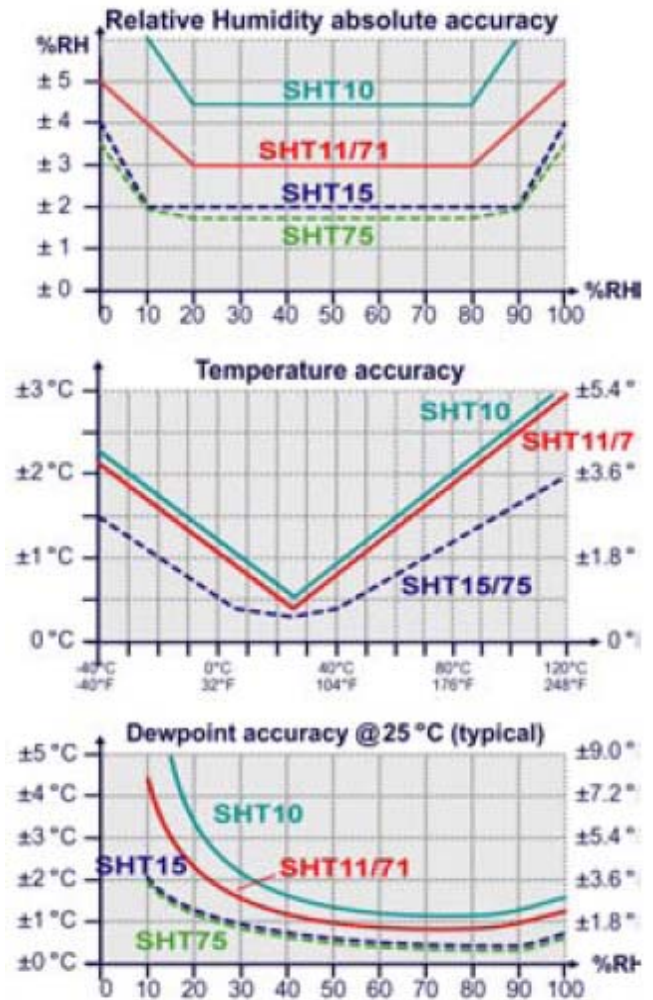

图 1 相对湿度、温度和露点的精度曲线
| 精度 (1)    | 线性化                 | 参见图 1 |       |       |        |
| 精度        |                     | 参见图 1 |       |       |        |